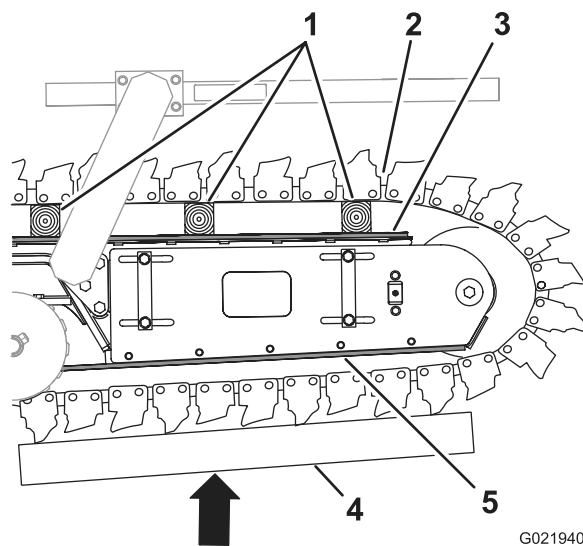

Figura 38
2. Levante la cadena en la parte superior de la espada e coloque unos bloques entre la cadena y la espada (Figura 38).